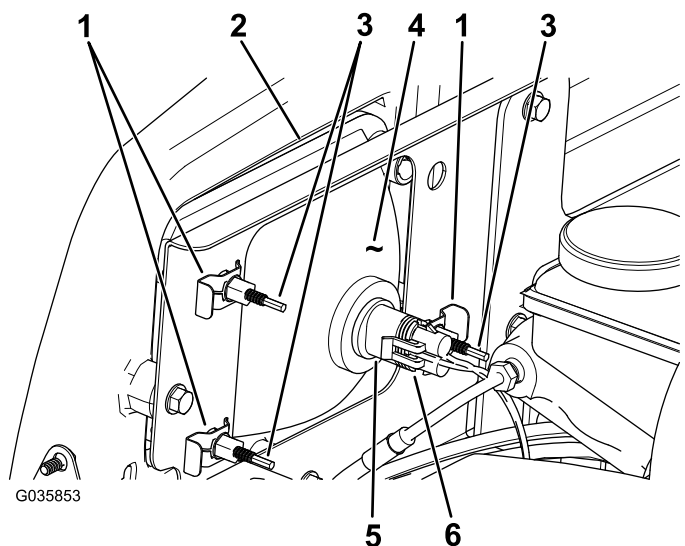

图 45
3. 将线束的电气接头与新灯总成的接头断开 图 45。
4. 卸下将大灯固定至大灯支架上的快速夹 图 45。
5. 将大灯总成从前保险杠的开口向前推出卸下大灯总成 图 45。
6. 通过保险杠开口将新大灯装入 图 45。
8. 将线束的电气接头与灯总成的接头连接 图 45。
2. 在大灯总成背面旋转调节螺丝 图 45 以转动大灯总成调整光束投射的位置。